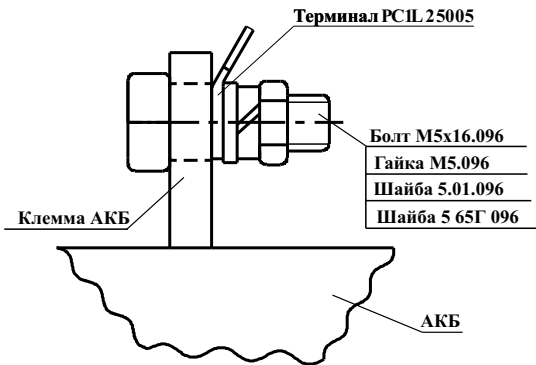

Рисунок 2
Подключение источника к АКБ 17 А·ч производится через терминал (см.рисунок 2), входящий в комплект поставки источника.
8.2 При отсутствии АКБ измерение напряжения на выводах для подключения АКБ (см.рисунок 2) является не корректным, его величина не регламентируется.